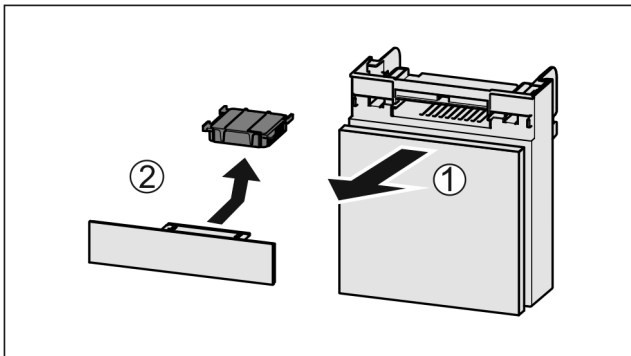

Fig. 132
- ▶ Fach nach vorne herausziehen Fig. 132 (1).
- ▶ Aktivkohlefilter entnehmen Fig. 132 (2).